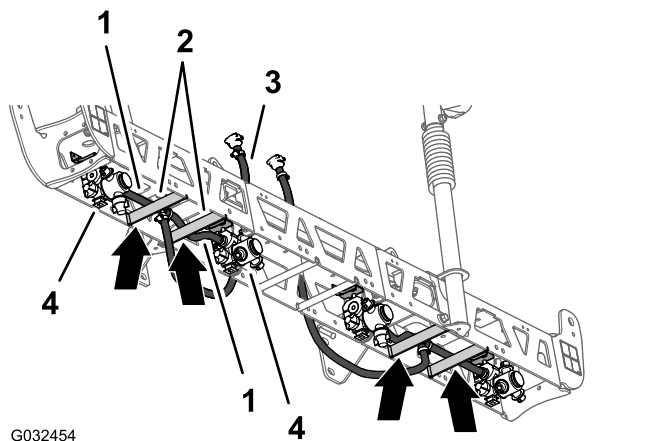
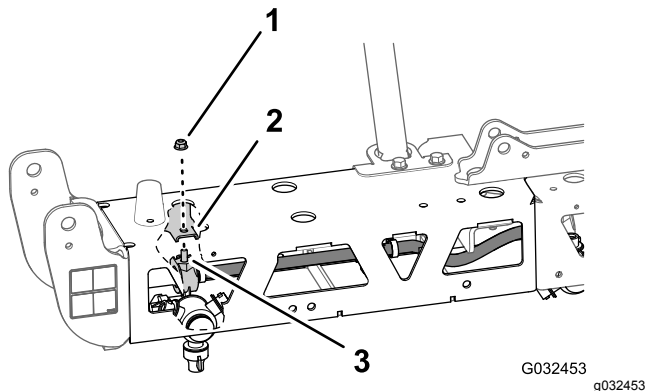

Figura 81
Figura 82
- Disponete il flessibile da 13 mm (10") e il gruppo dell'ugello tra gli ancoraggi della trave esterna (Figura 81).
- Disponete il flessibile e l'ugello sopra l'ancoraggio della trave e all'esterno del supporto dell'ugello esterno (Figura 81).
- Allineate il bullone a testa esagonale (5/16" x ¾") dell'ugello dell'irroratrice attraverso il foro nel supporto dell'ugello e fissate senza serrare l'ugello al supporto con un dado di bloccaggio flangiato (5/16") del kit di finitura dell'impianto di irrorazione GeoLink (Figura 82).
4. Disponete l'altro flessibile da 13 mm (10") e il gruppo dell'ugello tra gli ancoraggi della trave esterna (Figura 81).
5. Disponete il flessibile e l'ugello sopra l'ancoraggio della trave e all'interno del supporto dell'ugello interno (Figura 81).
6. Allineate il bullone a testa esagonale (5/16" x 3/4") dell'ugello dell'irroratrice attraverso il foro nel supporto dell'ugello (Figura 82) e fissate senza serrare l'ugello al supporto con il dado di bloccaggio flangiato (5/16") rimosso nei passaggi 1 e 4 di Rimozione degli ugelli dell'irroratrice (pagina 34).
8. Disponete il flessibile e l'accoppiatore dentellato da 13 x 810 mm sul lato della sezione della barra centrale con le staffe di supporto di sinistra e destra (Figura 81).
9. Ripetete i passaggi da 1 a 8 per il flessibile e il gruppo dell'ugello sull'altra trave esterna (Figura 81 e Figura 82).